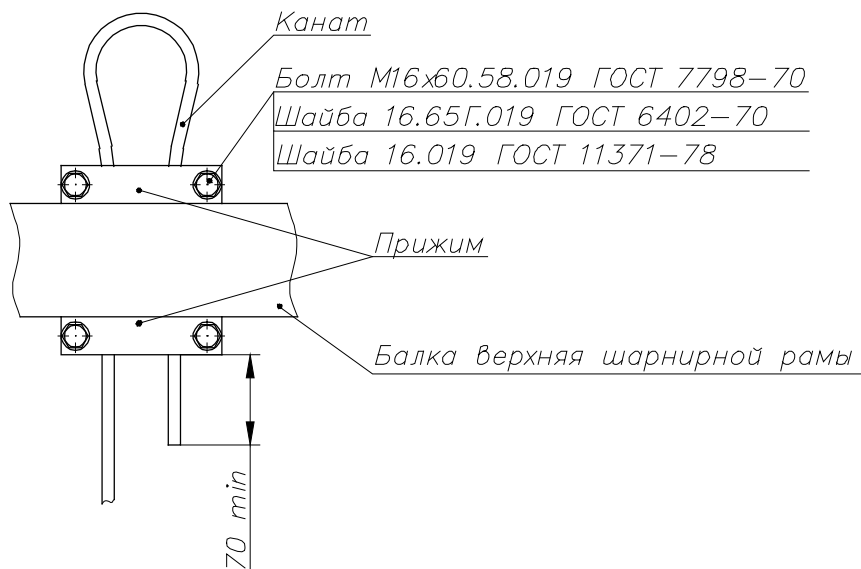
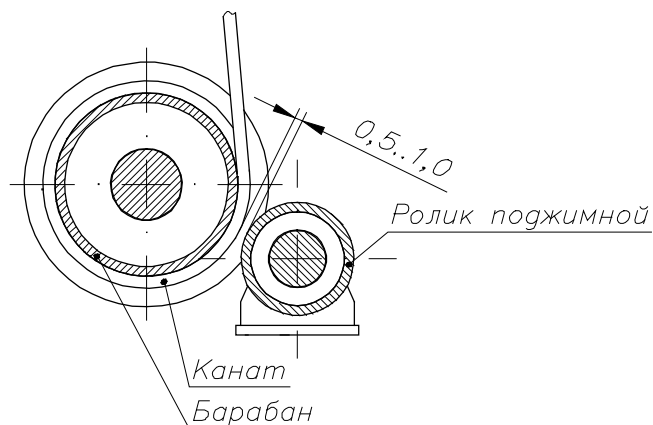

Рисунок 6. Схема запасовки каната на верхней балке рамы.
Рисунок 8. Схема настройки поджимного ролика.
4. Проверить целостность каната. При износе каната до диаметра менее 11,5 мм канат бракуется, при наличии разрыва проволок более 10 на длине 390 мм канат бракуется. Браковочными признаками также являются залом, перегиб и перекручивание каната. Проверить надежность крепления концов каната (рис. 6 и 7) и настройку поджимного ролика (рис. 8).